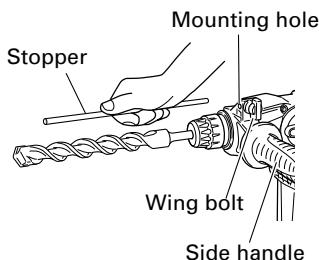

Fig. 15
7. Using the stopper (Fig. 15)